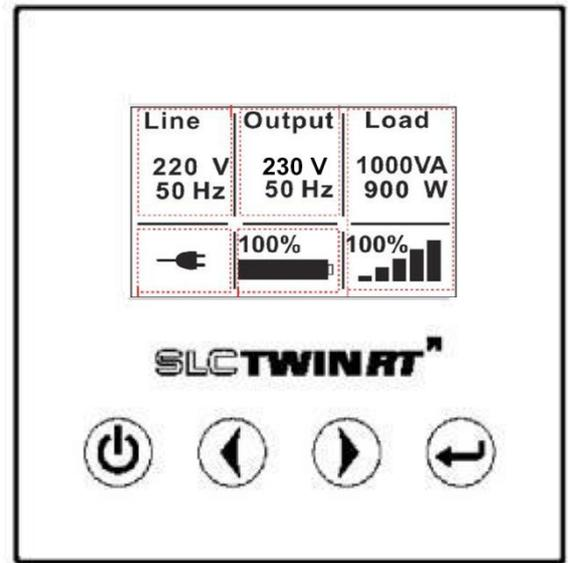

Abb. 1: Bedienfeld
- Vier Bedientasten (siehe Abb. 1).